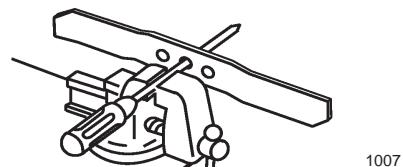

Figure 20
1. Vérifiez l'équilibre de la lame en enfilant le trou central sur un clou ou la tige d'un tournevis serré horizontalement dans un étau (Fig. 20).